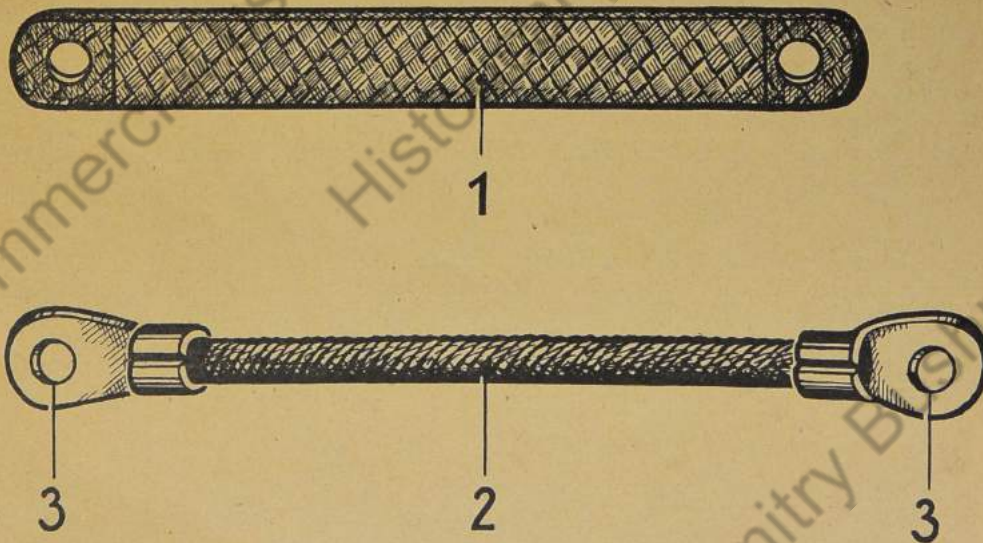

Bild 885: Massebänder
1. Einwandfreie blanke und rost sichere Masseverbindung (möglichst spritzverzinkt) (Bild 885).